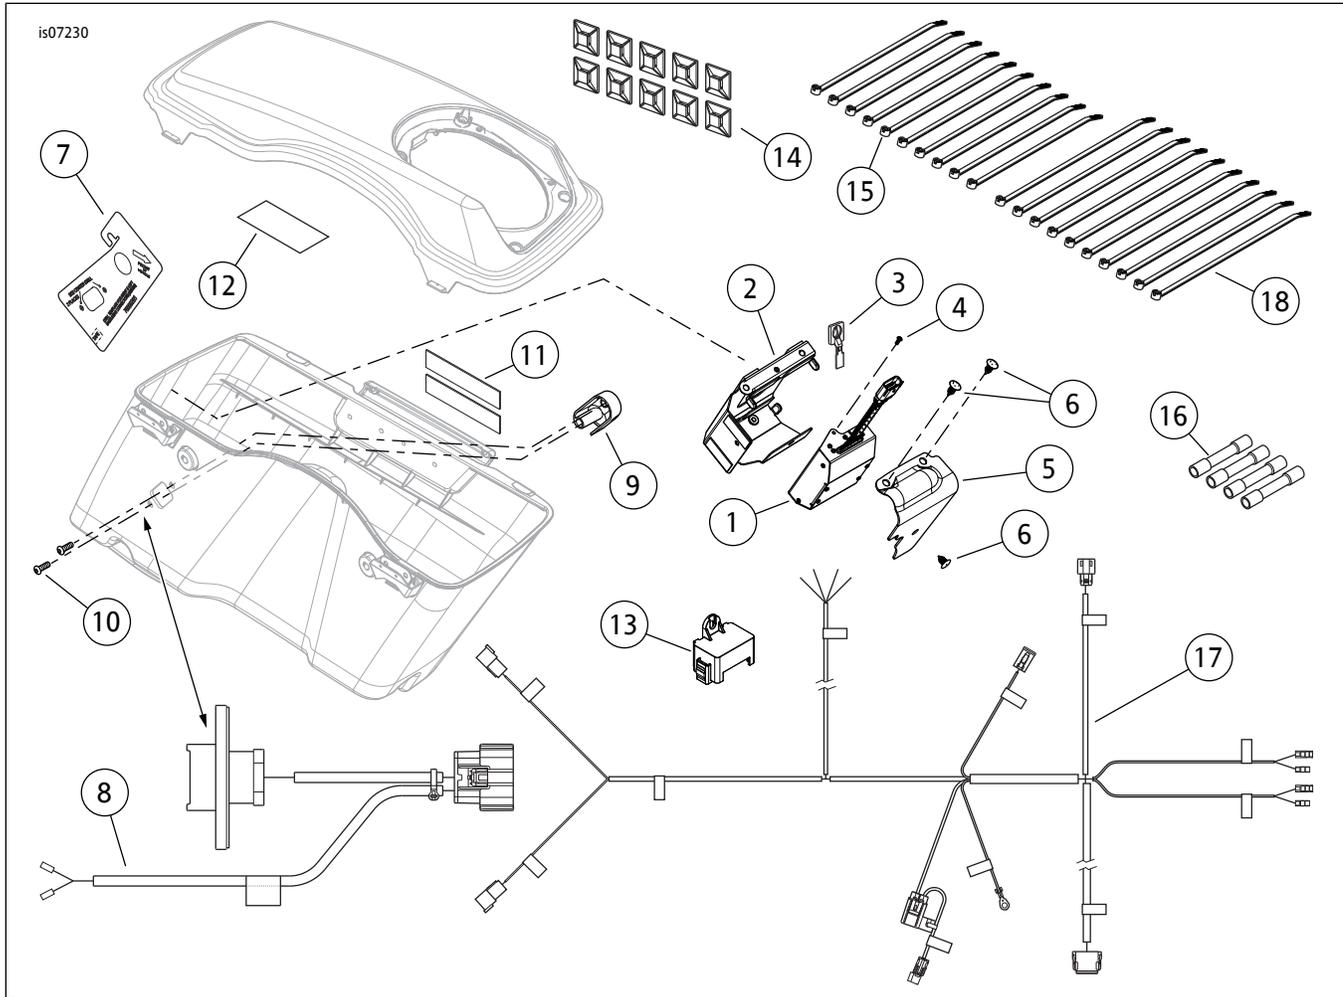

图7。维修零件：BOOM! Audio扬声器扩展套件
1. 参见图7。从套件中取出第二放大器线束(17)。
4. 如果安装边箱扬声器:将六路连接器(3)(标有RHS-BAG LOC 289)插入来自右侧边箱的插座。将该线束分支固定至边箱支架后部上方。根据需要遵循边箱扬声器套件中的说明粘贴边箱锁扣泡沫垫(参见图7:项目11)。如果不安装边箱扬声器,使用电工胶布密封连接器。在座椅下方区域盘起标有RHS-BAG LOC 289的线束分支。转至 布线线束: 所有。
2. 参见图7。从套件中取出第二放大器线束 (17)。
- c. 使用套件中的四个密封拼接连接器（参见图7：项目16）将第二放大器线束的每条电线拼接至插针盒的颜色匹配电线。
- c. 使用套件中的四个密封拼接连接器（参见图7：项目16）将第二放大器线束的每条电线拼接至车辆上后部放大器线束的颜色匹配电线。
提供的风帽（参见图7：项目13）用于密封边箱连接器（如果断开进行清洁或维修）。
5. 参见图7。从套件中取出钻孔模板(7)。切勿使用该模板改装右侧边箱, 安装iPod模块重新定位套件时除外。